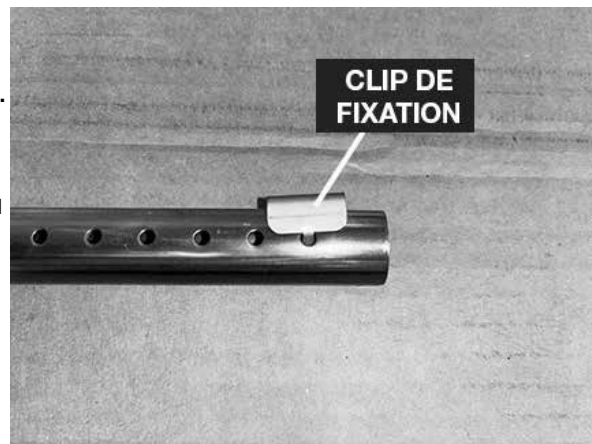

Figure 31: Retrait du déflecteur
3. Déplacez le déflecteur vers un côté, puis inclinez-le de côté pour l'abaisser et le retirer de la chambre de combustion. Vous devrez peut-être retirer le rail-support à briques du côté opposé, pour pouvoir descendre le déflecteur. Pour retirer le rail-support à briques, retirez la brique située juste en-dessous, puis soulevez le rail-support à briques et vers l'intérieur pour dégager les tiges de positionnement. (Figure 31)